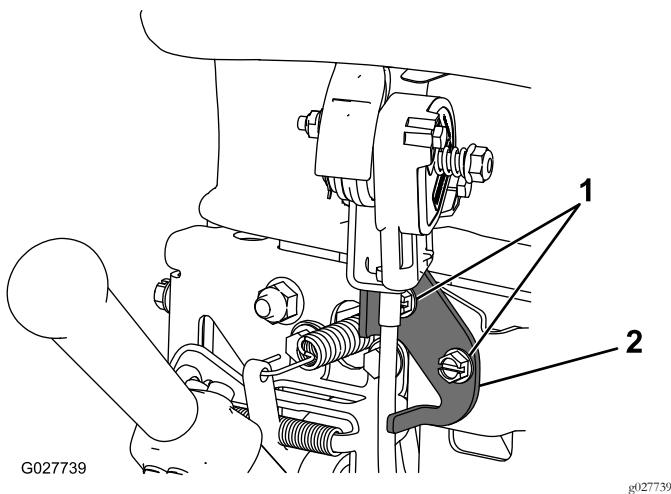

Figura 33
2. Desaperte os dois dispositivos de fixação que prendem a alavanca do regulador (Figura 33).